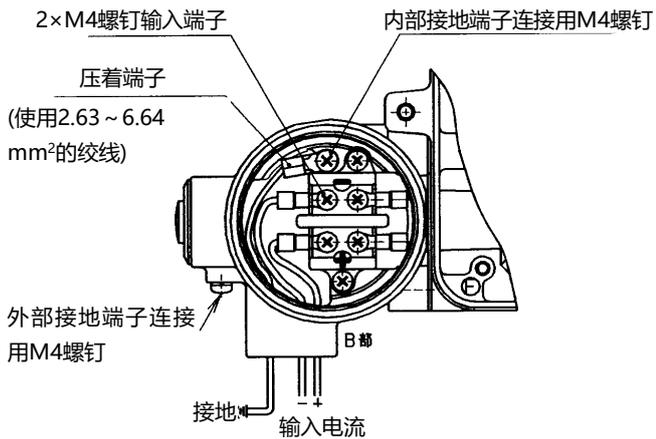

图14 带端子盒
- (1) 把调节计引出的 (+)、(-)输出端子, 分别接到定位器端子盒的(+)、(-)输入端子上。导线接入部是G1/2深16.5mm的管用平行内螺纹。
- (2) 接入部有两处, 即图14中的A部, B部(图中使用了B部),请根据实际用途使用。